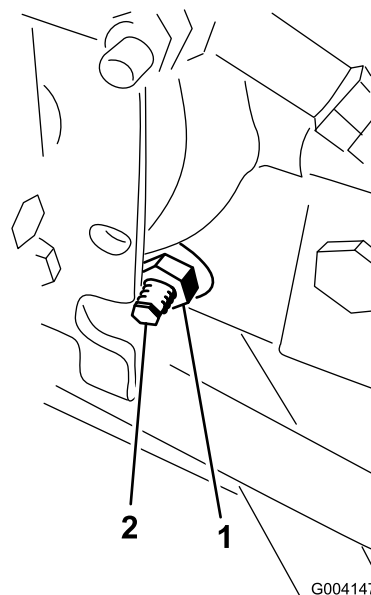

図 80
3. ハイドロスタットの右側にあるトラクション調整カムのロックナットをゆるめる 図 80。